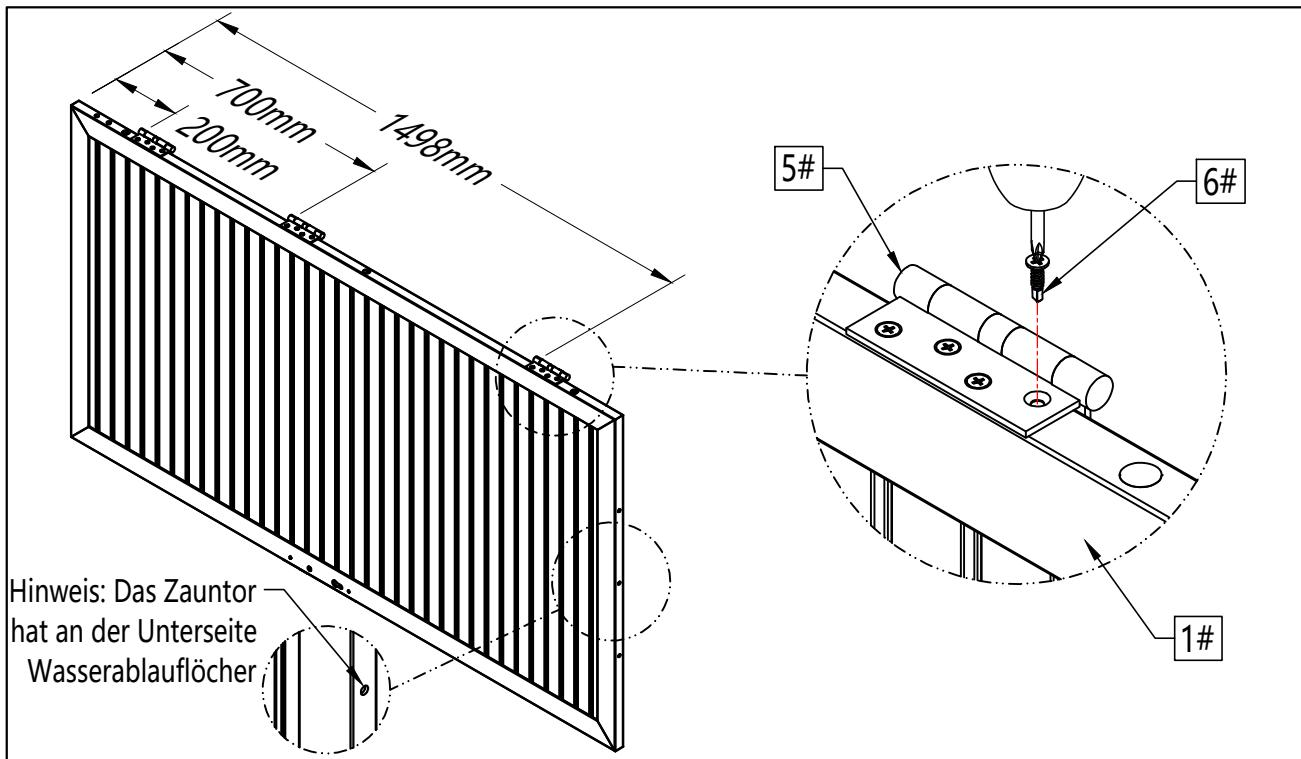

Abbildung 7
- 7 Messen Sie die Position des Scharniers (5#) und befestigen Sie es mit den Schrauben (6#), wie in Abbildung 7 dargestellt.